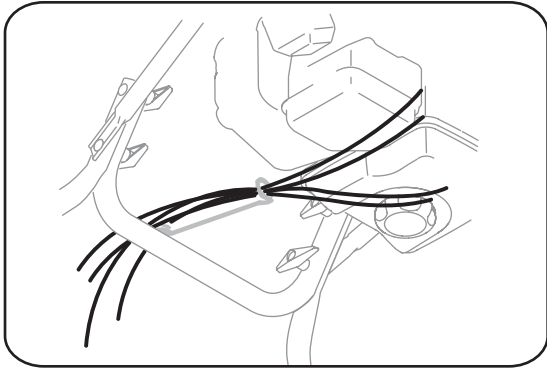

Figure 3-7
- Elles servent en cas d'accumulation importante de neige. Sur les modèles si équipés, les barres de coupe et la boulonnerie sont assemblées à l'envers sur l'habitacle des tarières. Voir la Figure 3-7.
- Vérifiez que tous les câbles sont acheminés dans le guide à la droite de la manivelle de commande de la goupille. Voir la Figure 3-7.